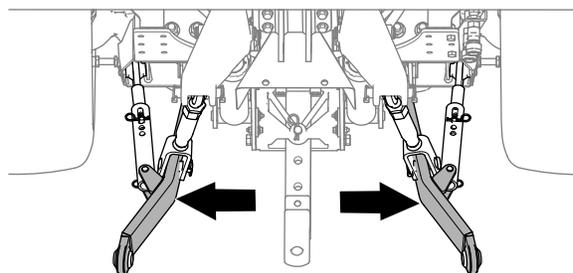

図 20
4. スタビライザーアーム 図 20を外側一杯に出す牽引車両のオペレーターズマニュアルを参照。